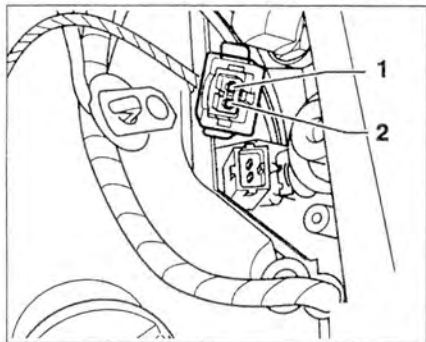

Рис. 2.85. Проверьте провода между тестером и разъемами форсунок на разрыв цепи, используя электросхему.
13. Если заданное значение достигается, проверьте провода между тестером и разъемами форсунок на разрыв цепи, используя электросхему (рис. 2.85).